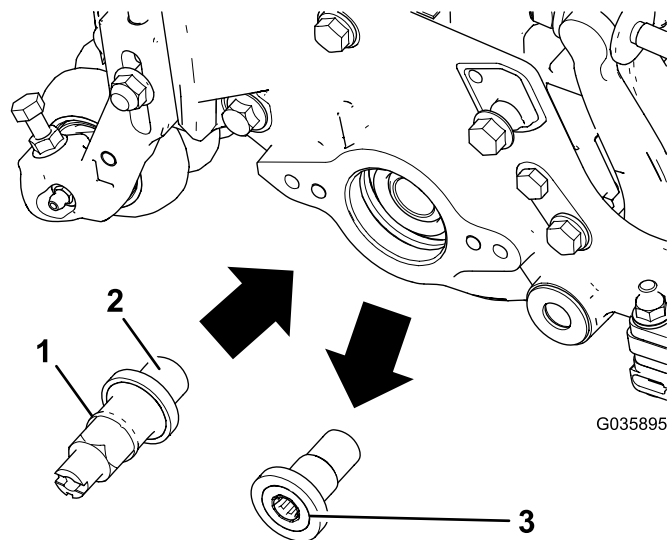

Figura 2
5. Utilice la herramienta Toro de árbol de transmisión (Pieza N° Tor4112) para retirar el inserto roscado de la unidad de corte de la transmisión del cepillo de rodillo trasero (Figura 2) y deséchelo.
7. Aplique Loctite 242 (azul) a las roscas en el árbol de transmisión adecuado (Figura 2) e instale el árbol de transmisión, apretándolo a entre 115 y 128 N·m.